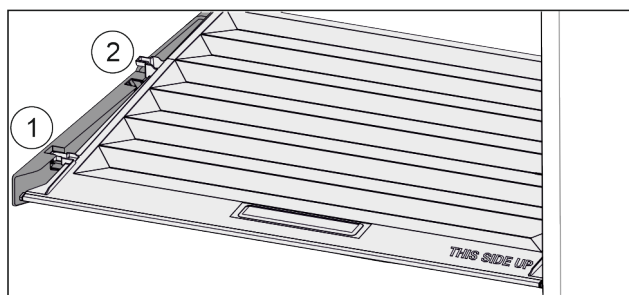

Fig. 48
- ▶ Vytáhněte víko dopředu až k otvoru v přídržných dílech Fig. 48 (1).
- ▶ Vzadu zesponu nadzvedněte a vyjměte směrem nahoru Fig. 48 (2).